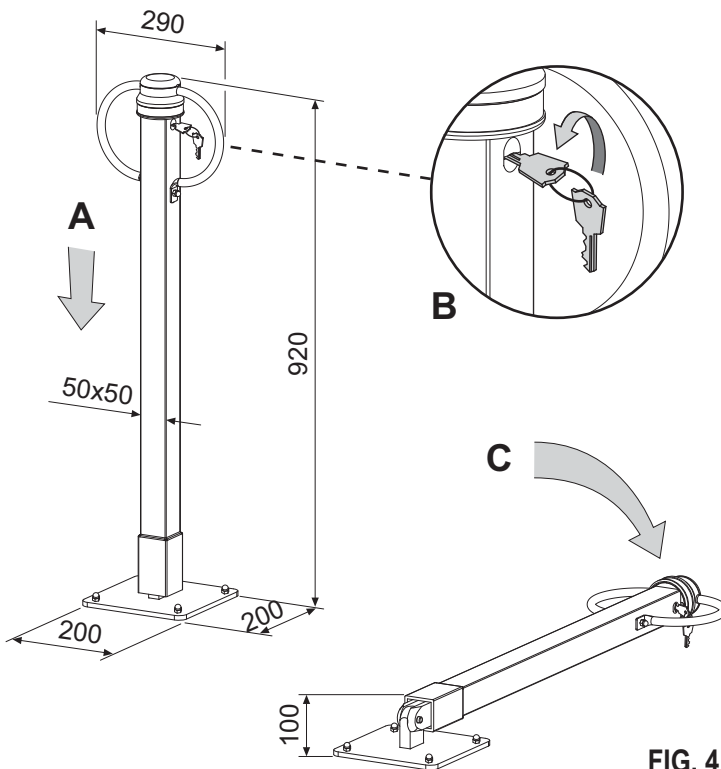

FIG. 4
4 - Sblocco e inclinazione: inserire la chiave nella serratura (3), eseguire una leggera pressione verso il basso (A) e successivamente girare la chiave (B); così facendo il **POSTO** effettua uno scatto verso l'alto e, accompagnandolo tramite le maniglie di presa (2), lo si può disimpegnare inclinandolo a livello pavimento Fig.4 - (C). Togliere a questo punto la chiave dalla serratura (3).
4 - **Deblocage et inclinaison:** introduire la clé dans la serrure (3), effectuer une légère pression vers le bas (A) et puis tourner la clé (B). Après le déclenchement vers le bas on peut le rabattre au niveau du sol Fig.4 - (C) en exerçant une traction vers le haut. Enlever la clé de la serrure (3).
4 - **Entriegeln und klappen:** Den Schlüssel in das Schloß einstecken (3), die Säule leicht hinunter drücken (A) und danach den Schlüssel drehen (B); **POSTO** wird hinauf schnappen, die Handgriffe (2) halten, zuerst nach oben begleiten und an Boden klappen Abb.4 - (C). Den Schlüssel entfernen (3).
4 - **Desbloqueo y inclinación:** introducir la llave en la cerradura (3), empujar ligeramente hacia abajo (A) y a continuación girar la llave (B); de esta forma, el **POSTO** se dispara hacia arriba, y agarrándolo por las manijas de toma (2) durante su levantamiento, se le puede soltar inclinandolo hasta alcanzar el nivel del pavimento Fig.4 - (C). Ahora sacar la llave desde la cerradura (3).
4 - **Deblokering en ombuiging:** de sleutel in het slot steken (3), een lichte druk naar beneden (A) uitvoeren en vervolgens de sleutel omdraaien (B), op deze manier zal de **POSTO** één klik naar boven bewegen; met behulp van de greep (2) kan deze in zijn beweging naar boven worden begeleid en kan de Plaatsaangever tot op het vloerniveau worden omgebogen Fig.4 - (C). Nu de sleutel uit het slot halen (3).